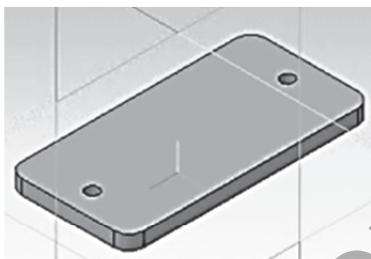
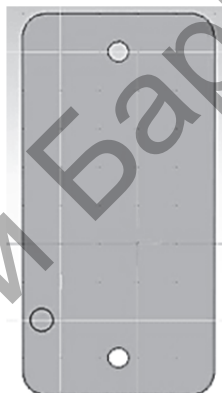

Рисунок 8.6
Рисунок 8.7
5. На панели редактирования детали щёлкните на кнопке «Операция выдавливания». Внизу экрана появится панель свойств, на которой задайте параметры выдавливания: «Прямое направление»; «Расстояние 1» — 3,0. Ввод параметров заканчивается щелчком на кнопке «Создать объект» (рис. 8.6). На верхней грани создайте новый эскиз, на котором изобразите окружность диаметром **3,0 мм** на расстоянии **2,5 мм** по оси *X* и **10,0 мм** по оси *Y* от нижнего левого угла основания (рис. 8.7). Закройте эскиз повторным щелчком на кнопке «Эскиз».